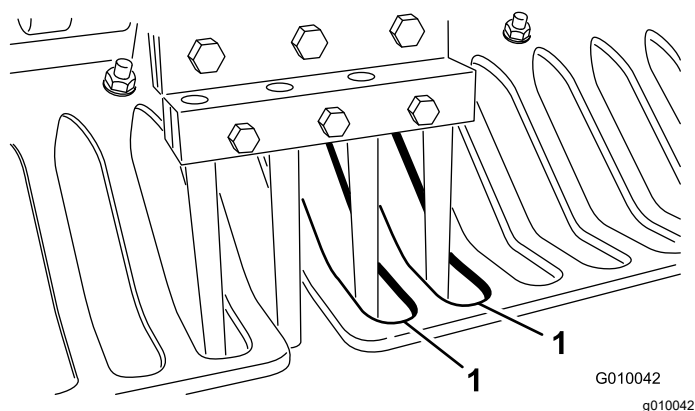

Figura 26
7. Accertatevi che le fustelle siano allineate con il centro degli spazi previsti nelle protezioni del tappeto erboso (Figura 26). Regolate le protezioni del tappeto erboso come opportuno, e serrate i dadi.